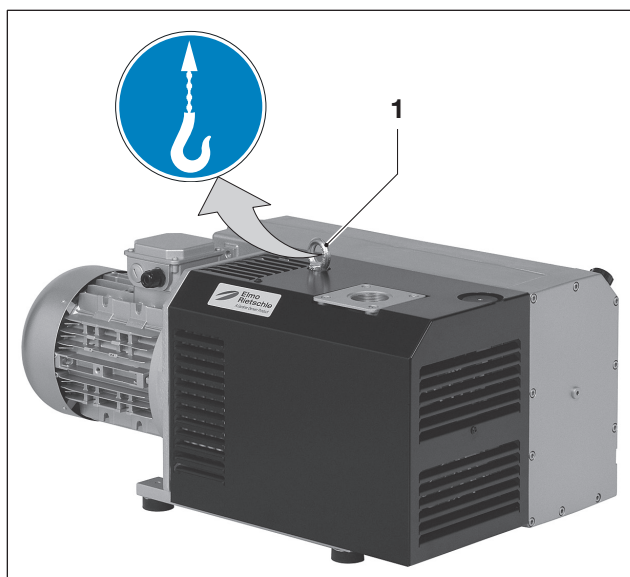

Fig. 1 Løft og transport
- a) Spænd øjeboltene (fig. 1/1) grundigt.